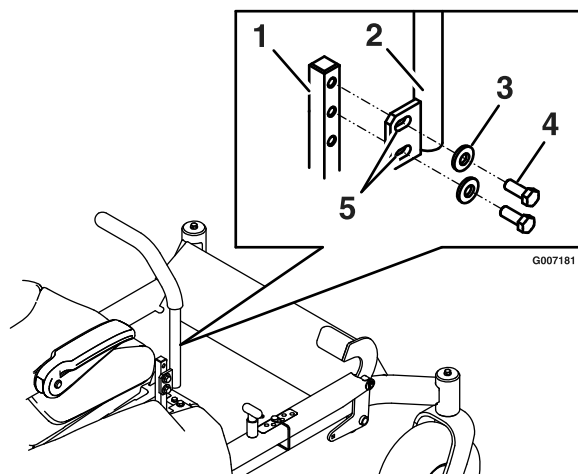

Figure 19
1. Retirez les 2 boulons qui fixent le levier de commande à l'arbre du bras de commande (Figure 19).
2. Desserrez le boulon inférieur jusqu'à ce qu'il soit possible de pivoter le levier de commande en avant ou en arrière (Figure 19). Serrez les deux boulons pour fixer la commande à sa nouvelle position.